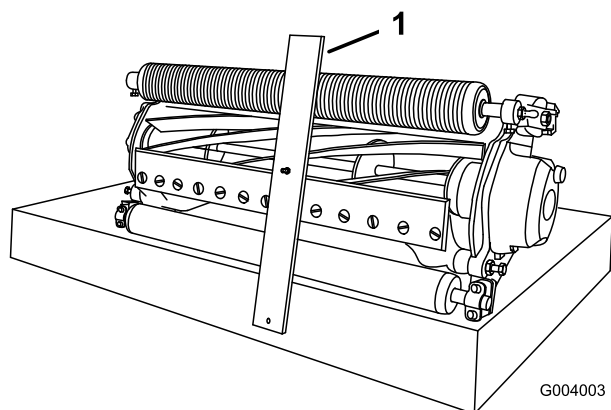

Bild 16
- Haken Sie den Schraubenkopf an die Schnittkante des Untermessers ein, und stützen Sie das hintere Ende der Messlehre auf dem Heck der Rolle ab (Bild 16).